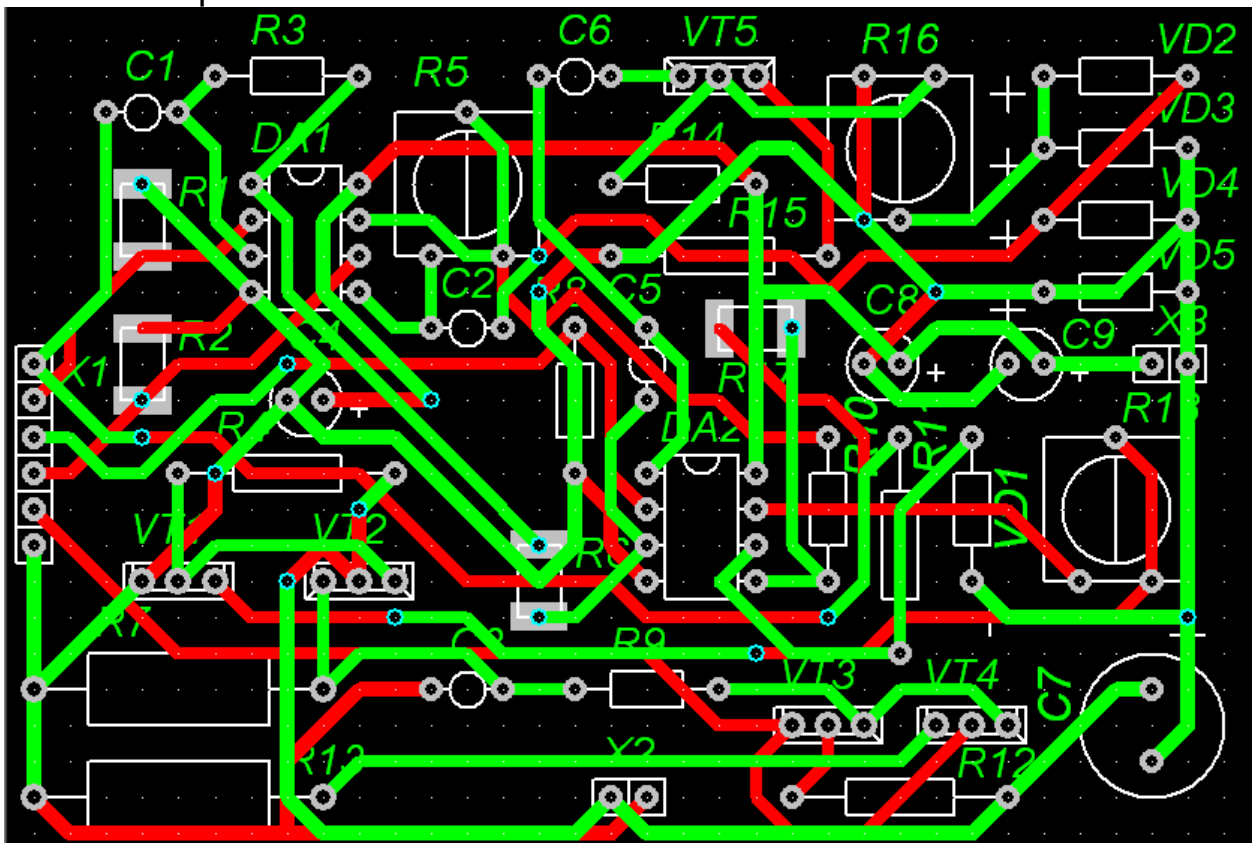

Рис. 7 Печатная плата со всеми соединениями
- 2.14 Полностью трассированная печатная плата изображена на рис. 7.